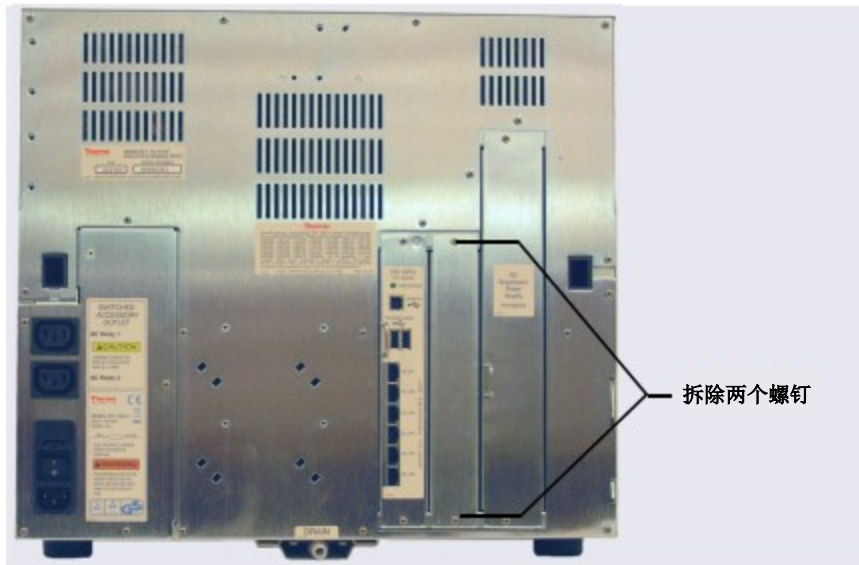

图 10-41. DC 后面板: 拆除盖板
4. 拆除连接盖板或现有电路板与 DC 狭槽的两个螺钉（见图 10-41）。保存螺钉。